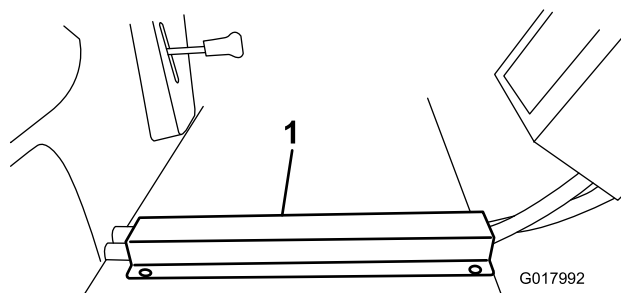

Figura 23
3. Posizionate la canalina del flessibile sui flessibili sul pavimento e allineate il bordo davanti con il bordo anteriore del pavimento. Segnate e praticate i fori sul pavimento, quindi installate le viti autofilettanti (Figura 23).